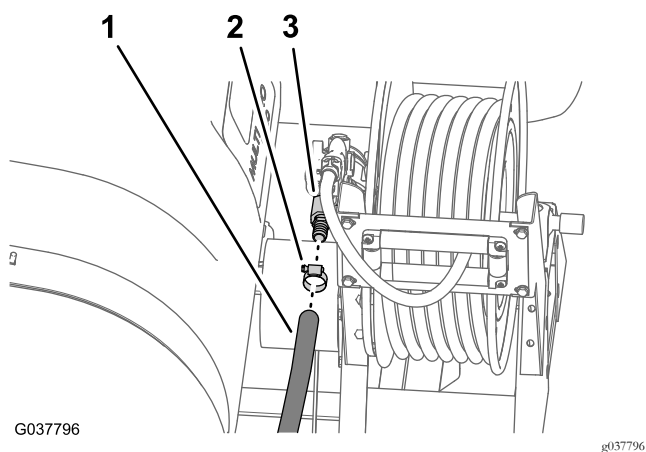

Figura 40
1. Rimuovete la fascetta stringitubo che fissa il flessibile di alimentazione al portagomma diritto dentellato dell'avvolgitubo (Figura 40).
2. Rimuovete il flessibile dal portagomma dentellato del flessibile (Figura 40).